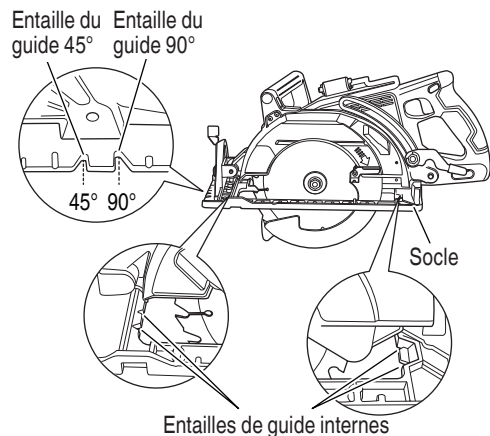

Fig. 27
De plus, la scie a les entailles de guide internes situées sur l'intérieur du socle comme illustré à la Fig. 27 pour maintenir la coupe droite.
(2) Lorsque le socle n'est pas incliné, utiliser le côté droit de l'encoche. Si le socle est incliné (45 degrés), utiliser le côté gauche de l'encoche (Fig. 27).
- (4) Incliner la scie vers l'avant et aligner l'encoche (Fig. 27) sur la ligne de guidage pré-marquée.
- (5) Relâcher le levier. Lorsque la protection inférieure entre en contact avec la surface de la pièce, elle sera dans la bonne position pour s'ouvrir librement lorsqu'on commencera à couper.
- (6) Tout en tenant la scie en position, avec la lame sans contact avec la surface de la pièce, enclencher la gâchette.
- (7) Lorsque la scie a atteint sa vitesse de régime, abaisser progressivement l'extrémité arrière de la scie jusqu'à ce que le socle repose sur la surface de la pièce.
- (8) Avancer la scie le long de la ligne de coupe jusqu'au coin.
- (9) Relâcher la gâchette et laisser la lame complètement s'arrêter avant de retirer la lame de la pièce.
- (10) Utiliser une scie sauteuse ou une scie à main pour parfaire la coupe des coins.
- (11) Chaque fois qu'on commence une nouvelle coupe, recommencer les opérations ci-dessus.